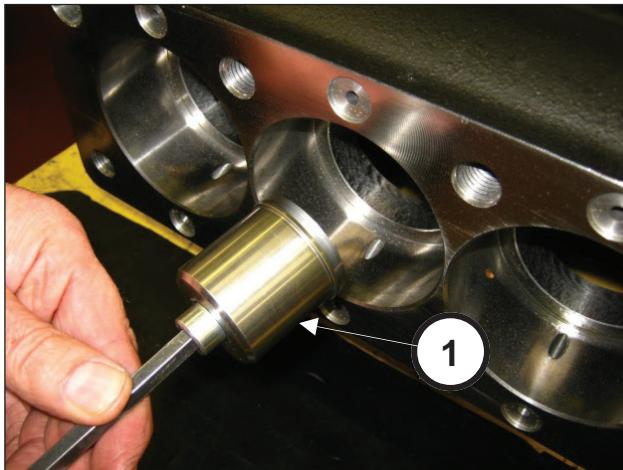
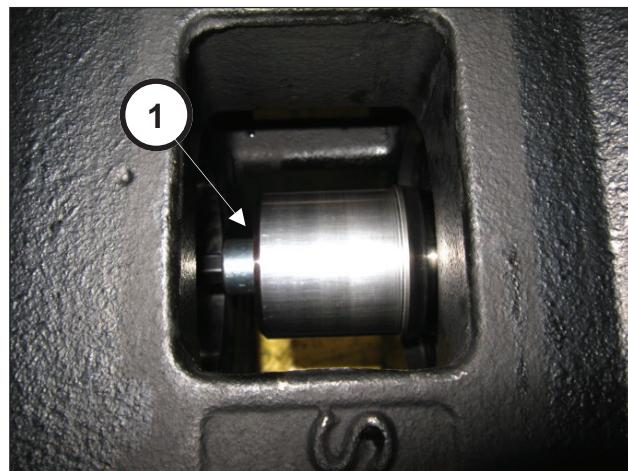

图 34
图 35
插入工具（①，图 34）并将其拧紧到阀杆上，直至拧到底（①，图 35）。